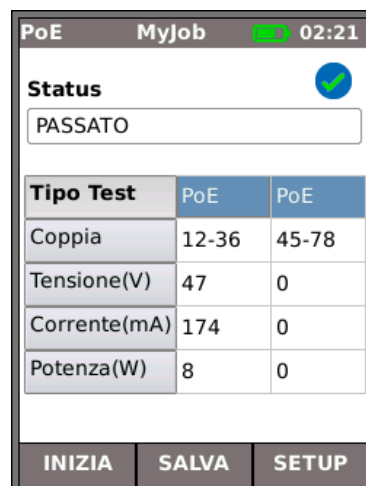

Fig. 41
Quando l'unità prossimale è collegata a una porta, rileva automaticamente la tensione PoE (se presente). Inoltre, l'esecuzione di un test PoE applica un carico resistivo e misura la potenza disponibile sulla porta collegata. SignalTEK NT identifica le coppie su cui passa la potenza e visualizza i valori di tensione (V), corrente (mA) e potenza (W). La schermata dei risultati del test PoE nella Fig. 41 mostra che sulla coppia uno e due e sulla coppia tre e sei passano 11 watt. La porta testata può alimentare dispositivi che richiedono fino a 11 watt per funzionare.